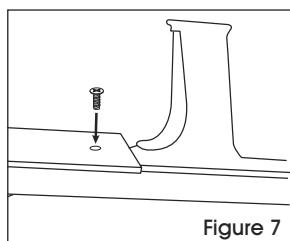

Figure 7
7. Retirez la vis située sous le pistolet n° 975. Placez l'appuie-bras en position, puis appliquez l'adhésif Loctite 222MS sur le trou fileté. Fixez-le à l'aide de la vis cruciforme de 8-32 x 3/4 po fournie. (Voir Figure 7)